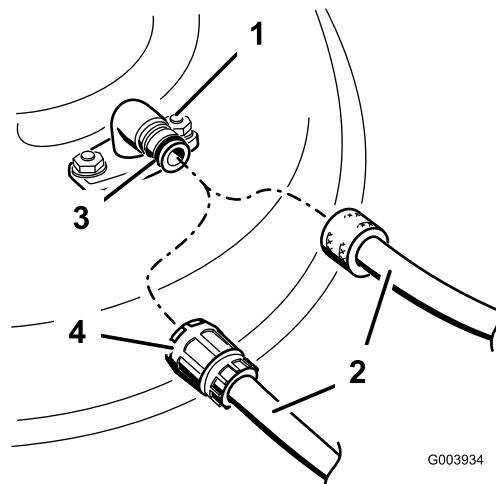

Figura 47
- Fixe uma mangueira ao encaixe para lavagem e abra a água a alta pressão (Figura 47).